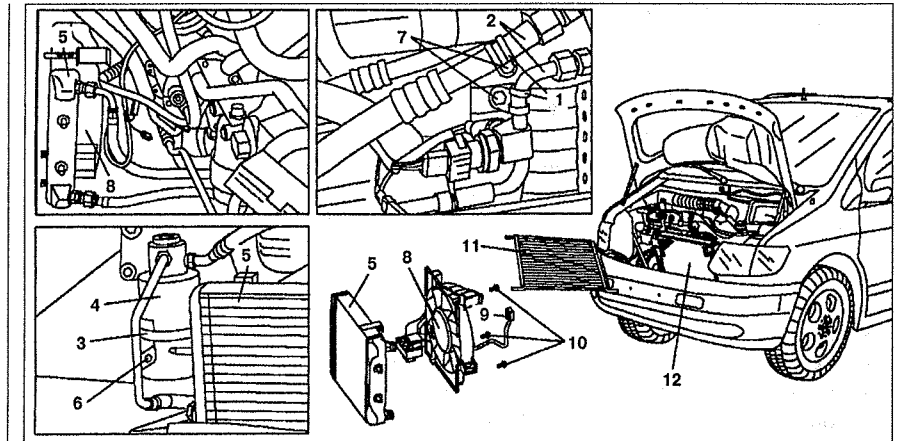

Рис. 6.72. Вентилятор масляного радиатора АКПП (автомобили с двигателем 104.900):
2. Открутите болты 7 крепления хомутов 1 трубок системы кондиционирования 2 (см.рис.6.72).